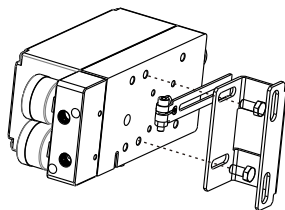

图4 支架安装
- 5、把安装在阀杆连接件上的连接棒插入到反馈杆一字槽内。这时要把连接棒如图4所示正确插入到反馈杆上的固定弹簧上，避免阀门动作时产生滞后。